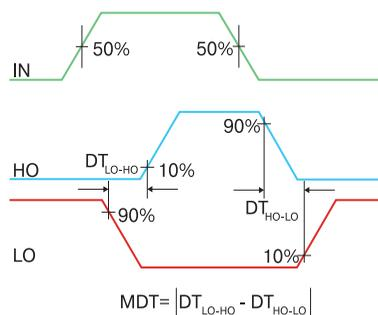

Рис. 4. Диаграммы выходных сигналов верхнего (HO) и нижнего (LO) плеча драйвера
Понятие мертвое время проиллюстрировано временными диаграммами сигналов на выходе верхнего (HO) и нижнего (LO) плеча драйвера (рис. 4).